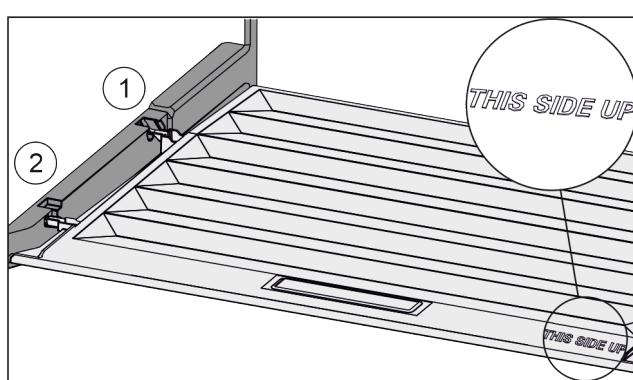

Fig. 162
- Robova predala vstavite nad odprtino zadnjega držala Fig. 162 (1), spredaj pa ju zataknite v držalo Fig. 162 (2).